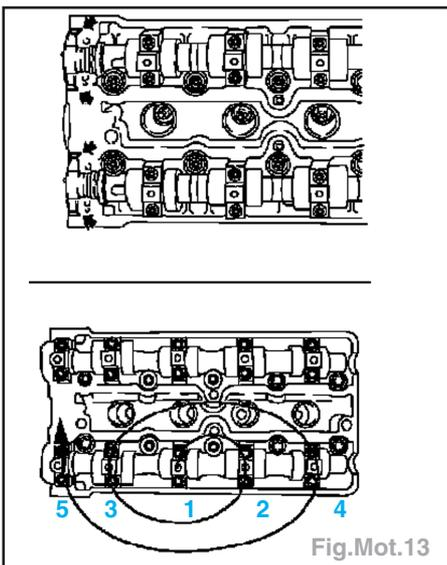

Fig.Mot.13
- Appliquer du produit d'étanchéité sur les surfaces de la culasse (Fig.Mot.13).